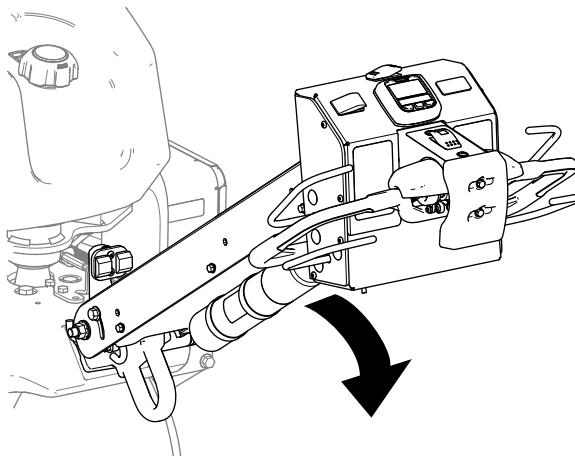

Figura 76
- Abbassate la maniglia per rilasciare il freno di stazionamento (Figura 76).